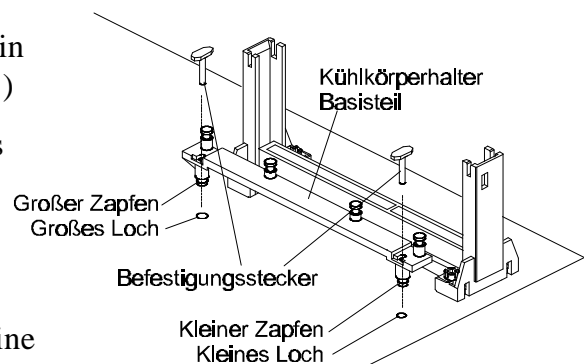

Bild 2-7
2. An dem Basisteil des Kühlkörperhalters befinden sich zwei Kunststoff-Zapfen. Montieren Sie das Basisteil auf dem Mainboard derart, daß der große Zapfen durch das große Befestigungsloch geführt wird, und der kleine Zapfen durch das kleine Loch. (siehe Bild 2-7)
3. Indem die Befestigungs-Stecker von oben in die Kunststoff-Zapfen des Basisteils gepreßt werden, wird das Basisteil auf dem Mainboard fixiert (siehe Bild 2-7)